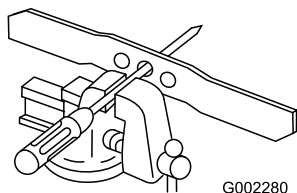

Figura 29
1. Verificate il bilanciamento della lama collocando il foro centrale della lama su un chiodo o sul codolo di un cacciavite serrato orizzontalmente in una morsa (Figura 29).